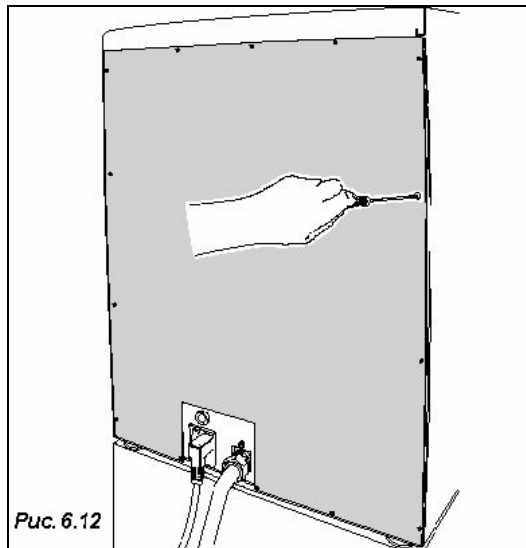

Рис. 6.12
- Снимите заднюю панель, чтобы получить доступ к кипятильнику (Рис. 6.12)